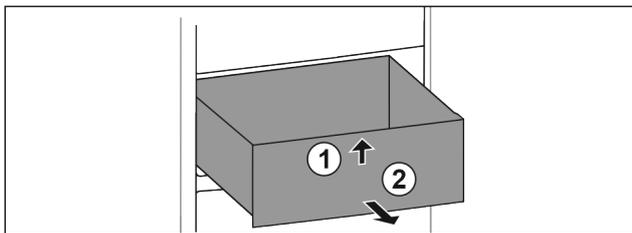

Fig. 103
- ▶ 抬起抽屉前部。 Fig. 103 (1)
- ▶ 朝前取出抽屉。 Fig. 103 (2)